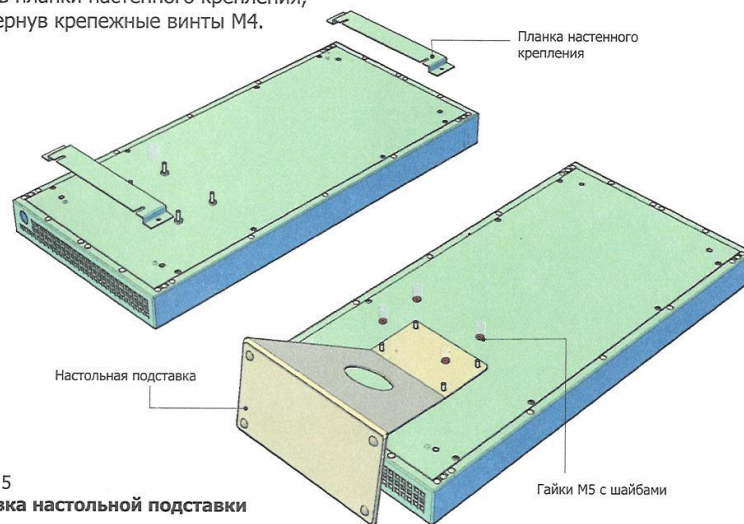

Рисунок 5
1. Положить прибор лицевой стороной вниз на горизонтальную поверхность (Рисунок 5).